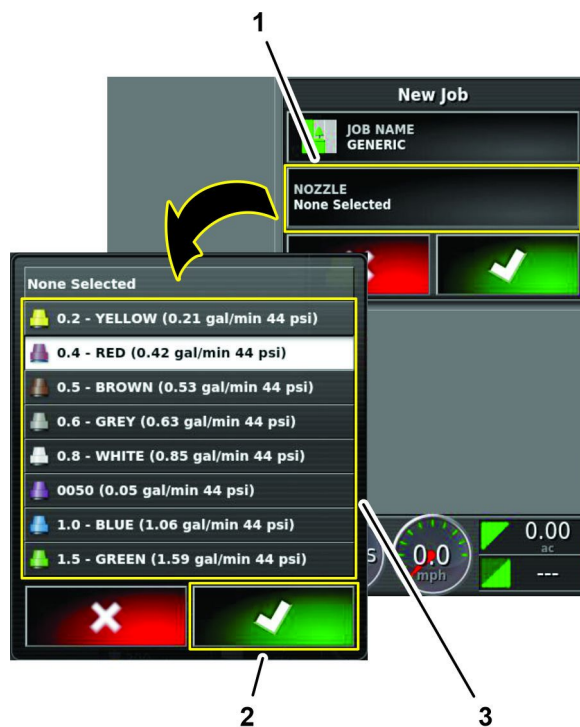

Рисунок 160
- В диалоговом окне нового рабочего задания нажмите значок NOZZLE (Сопло) (Рисунок 160).
- В списке выбора сопел нажмите любой значок сопла и значок подтверждения (Рисунок 160).